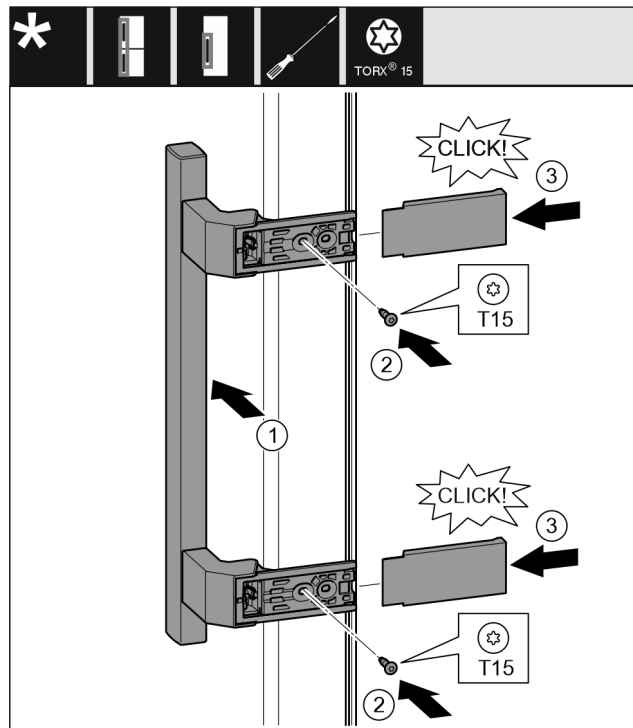

Fig. 11
- ▶ Поставете дръжката от другата страна. Fig. 11 (1)
- ▶ С отвертка T15 затегнете винтовете. Fig. 11 (2)
- ▶ Поставете отстрани капците и ги нахлузете. Fig. 11 (3)